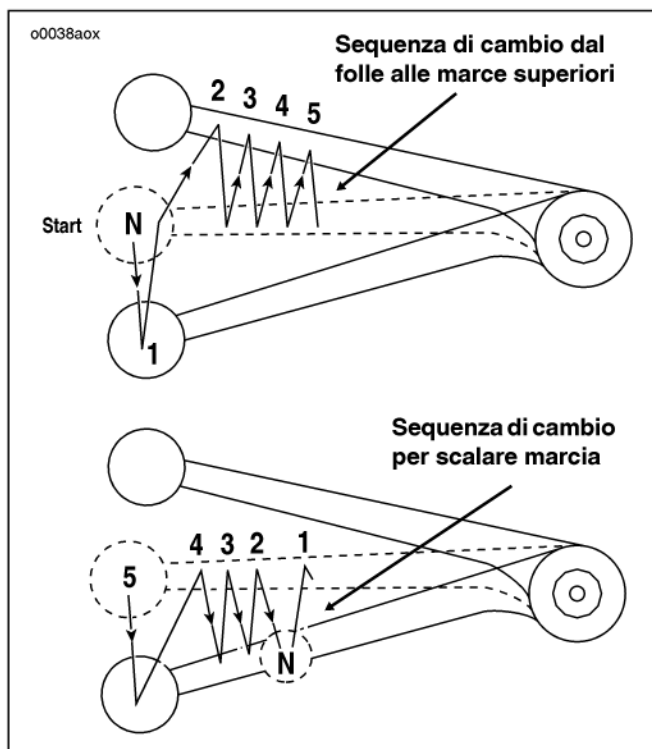

Figura 44. Pedale del cambio
Vedere la Figura 44. Avviare il motore della motocicletta sempre in folle. Con il motore acceso, avviare la motocicletta partendo sempre dalla prima marcia.
3. Vedere la Figura 44. Spingere con decisione il pedale del cambio, fino a raggiungere la fine corsa ed innestare la prima marcia.
Vedere la Figura 44. Sollevando il pedale del cambio di marcia si innesta una marcia superiore; abbassandolo si scala alla marcia inferiore. Per fermare il veicolo azionare il pedale del cambio fino a passare in folle. La posizione di folle si trova a metà corsa dalla prima marcia.
5. Vedere la Figura 44. La sequenza di cambio delle marce è: prima marcia in basso e quattro marce successive in alto.